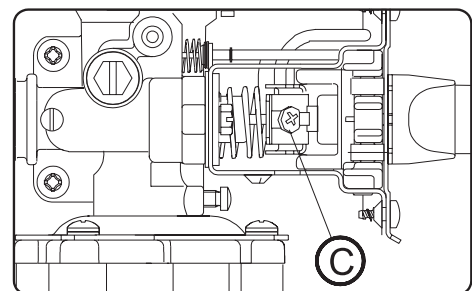

Fig. 9
Para tal fin, basta conectar el interruptor (ver fig. 9).
El margen de regulación automática puede ser limitado mediante el ajuste del mando selector de potencia (ver fig. 9). Moviendo el cursor a la derecha, aumenta el límite superior del margen de regulación, y por tanto aumenta la potencia máxima del aparato.
Abrir la llave del gas y poner el aparato en funcionamiento, con el selector de potencia en el mínimo (a la izquierda). Ajustar el mínimo de gas actuando sobre el tornillo (C) (Fig. 9) de forma que la altura de llama tenga la mitad de la altura máxima.